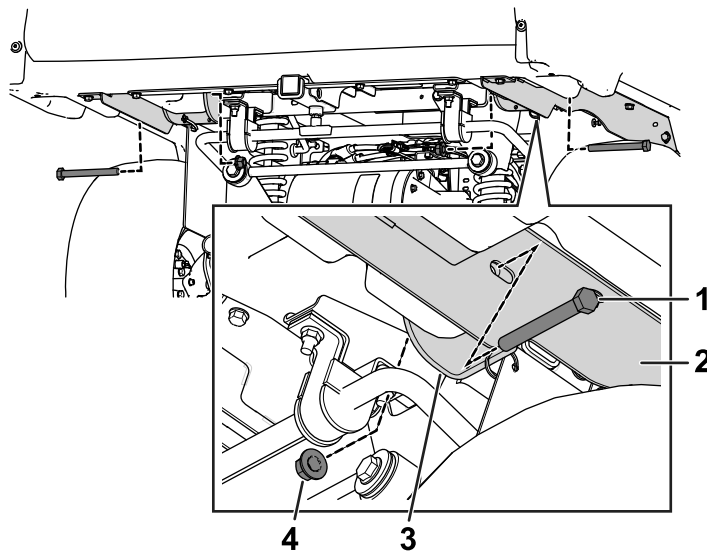

Figura 6
7. Abbassate con cautela il pianale in modo che i fori nelle staffe orientabili siano allineati con i fori di montaggio nei supporti del pianale (Figura 6).
8. Utilizzate 2 bulloni ( $\frac{1}{2}$ " x  $4\frac{1}{2}$ " ) e 2 dadi flangiati per fissare il supporto destro e sinistro del pianale alle staffe orientabili (Figura 6).